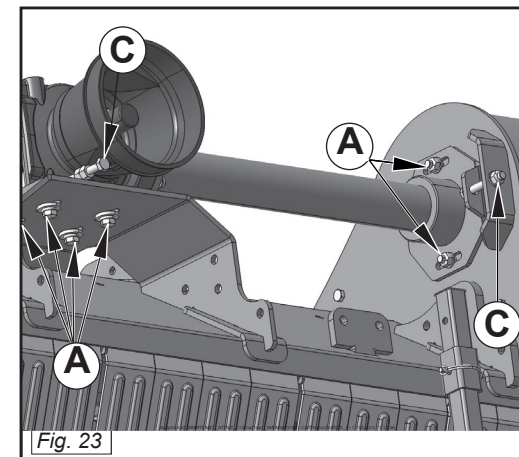

Fig. 23
- Allentare le viti che fissano il moltiplicatore alla carpenteria (A Fig. 23).
- Andare ad agire sulla vite di registro (C Fig. 23) facendo in modo che le cinghie raggiungano la corretta tensione.
- Loosen the bolts that fix the overdrive to the structure (A Fig. 23).
- Work on the adjuster screw (C Fig. 23) in order to correctly tighten the belts.
- Desserrer les vis qui fixent le moltiplicateur à la charpente (A Fig. 23).
- Agir sur la vis de réglage (C Fig. 23) en faisant en sorte que les courroies atteignent la tension souhaitée ;
- Die Schrauben lockern, die das Übersetzungsgetriebe an den Stahlteilen befestigen (A Abb. 23).
- Die Schraube der Einstellvorrichtung (C, Abb. 23) so einstellen, daß die Riemen korrekt gespannt werden.
- Aflojar los tornillos que fijan el moltiplicador al armazón (A Fig. 23).
- Con el tornillo de regulación (C Fig. 23), tensar correctamente las correas.